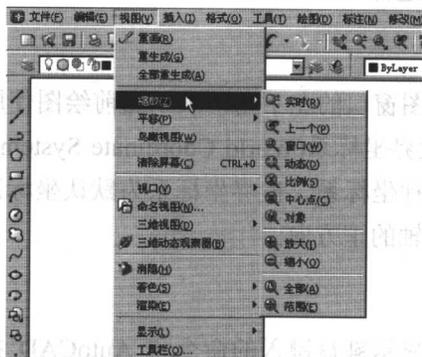

图 1-2 “视图”下拉菜单
菜单栏是 AutoCAD 2006 的主菜单。利用 AutoCAD 2006 提供的菜单可执行 AutoCAD 的大部分命令。单击菜单栏中的某一选项，会打开相应的下拉菜单。如图 1-2 所示为“视图”下拉菜单。
(1) 下拉菜单中，右面有小三角按钮的菜单项，表示它还有子菜单。如图 1-2 显示出了“缩放”子菜单。
(2) 下拉菜单中, 右面有省略号按钮的菜单项, 表示单击该菜单项后要显示一个对话框。
(3) 右边没有内容的菜单项, 单击它会执行对应的 AutoCAD 命令。